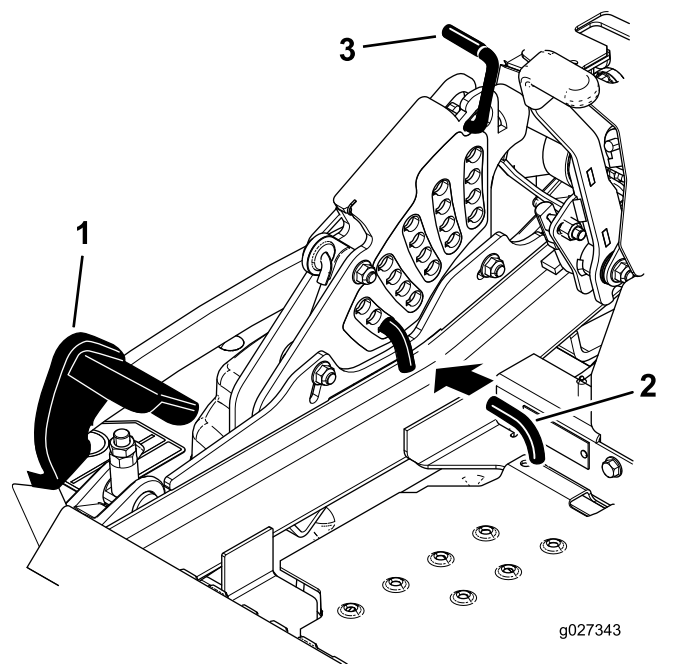

Figure 29
2. Appuyez sur la pédale de commande du plateau de coupe avec le pied et levez le plateau à la position de transport (qui est aussi la position de hauteur de coupe de 140 mm), comme montré à la Figure 29.
3. Pour changer de hauteur de coupe, tournez la goupille de 90 degrés retirez-la du support de hauteur de coupe (Figure 29).
4. Placez la goupille dans le trou du support correspondant à la hauteur de coupe voulue (Figure 29).